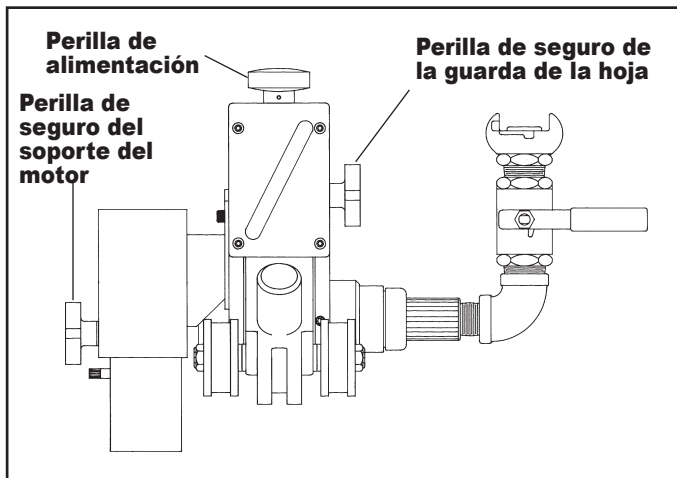

FIG. 4
1. Afloje la perilla de seguro del soporte del motor (Fig. 4)
2. Haga girar la perilla de alimentación en sentido antihorario para retraer el soporte del motor hasta su posición más elevada. (Fig. 4)
2. Gire en sentido horario la perilla de alimentación del cortatubos. (Fig. 4) Haga bajar el motor y el cortatubos para que estén cerca del tubo, pero sin tocarlo. La perilla de seguro del soporte del motor deberá quedar apretada, pero permitir que el soporte se deslice.
- 2.* Conociendo el espesor del tubo que va a cortar, gire la perilla de alimentación en sentido horario, (Fig. 4) hasta que el apuntador indique que el cortatubos está a la profundidad deseada. Permita cuando menos ¼" de hoja más allá de la profundidad del corte.
*La excepción a esto sería si el cortador de bisel se estuviera usando en plástico, entonces el cortador se accionaría hasta que el cortador de bisel comenzara a cortar. En este punto el apuntador calibrador de profundidad se podría usar para determinar la cantidad de bisel. Un accionamiento a fondo produce un bisel de 15/16" . (Fig. 4)
3. Apriete la perilla de seguro del soporte del motor (Fig. 4)
4. Apriete la perilla de seguro de la guarda de la hoja aproximadamente a 1/8" del tubo (Fig. 4)